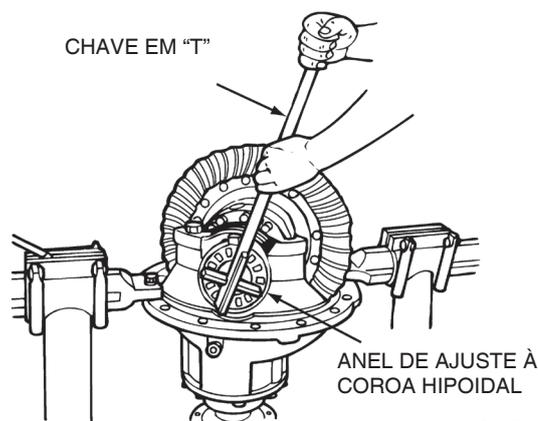

Figura 3.43
4. Use uma ferramenta em forma de T ou equivalente para soltar os anéis de ajuste. Não remova os anéis. Se necessário, solte, mas não remova os parafusos de fixação das capas dos mancais para mover os anéis de ajuste. Figura 3.43.